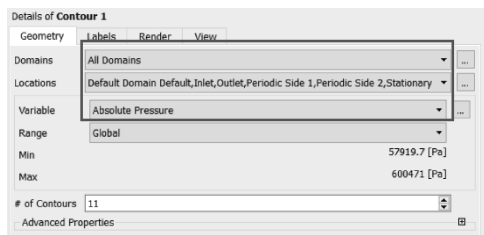
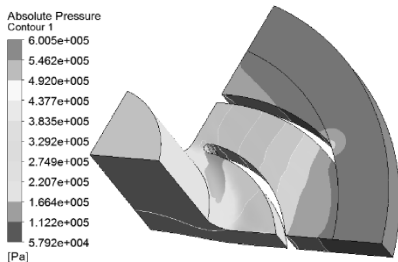

图 11-70 后处理位置设置
图 11-71 整体结果云图
(1) 在流体动力学分析上，右键单击【Results】→【Edit...】，进入【CFX-Post】环境。
(2) 插入云图：在工具栏中单击【Contour】并确定，其设置默认，在几何选项中的域【Domains】选择 All Domains，位置【Locations】栏后单击...选项，在弹出的位置选择器里选择 Default Domains Default、Inlet、Outlet、Periodic Side1、Periodic Side2、Stationary 确定。在变量【Variable】栏后单击...选项，在弹出的变量选择器选择 Absolute Pressure 确定，其他为默认，单击【Apply】，如图 11-70 所示；可以看到结果云图，如图 11-71 所示。